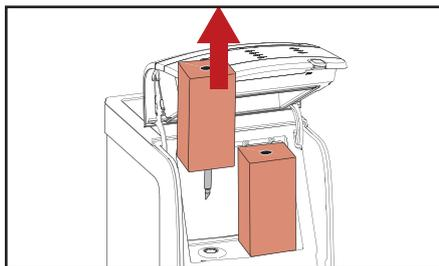

Fig. 5.8 – Retirada de pacotes
- Retire os pacotes de insumos (fig. 5.8).